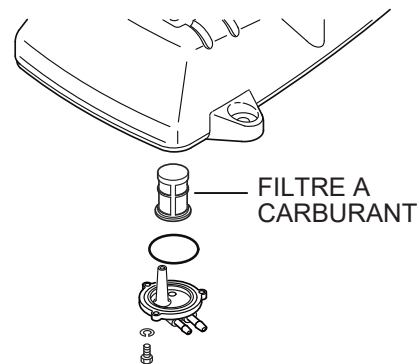

Figure 15. Filtre à carburant
- Inspecter et nettoyer le filtre à carburant (Figure 15). Remplacer le filtre si nécessaire.